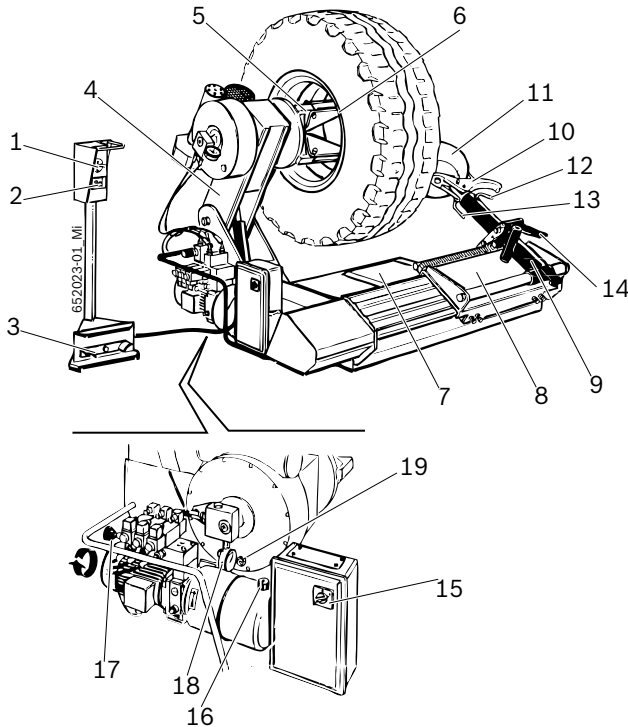

Fig. 1: JUMBO TCS26
**i** Der Antrieb des Spannflanschs erfolgt über einen Hochdruck-Hydraulikkreis mit einem Einstellbereich zwischen 20 bis 130 Bar; die Einstellung erfolgt über den entsprechenden Druckregler (Fig. 1 Pos. 17) und das Ablesen des aktuellen Druckwerts auf dem Manometer (Fig. 1, Pos.18). Der normale Betriebsdruck beträgt 130 Bar. Bei weniger widerstandsfähigen oder extrem dünnen Felgen muss dieser Druck verringert werden.
**i** Für Alu- und Leichtmetallfelgen stehen vier Nylon-Aufsätze zum Anbringen auf den Spannklaue zur Verfügung. Bei besonders kritischen Reifen müssen unbedingt die beiden Arretierungen (1) auf den Felgenlöchern positioniert werden, um ein Abrutschen der Felge auf den Nylon-Aufsätze zu verhindern.
**i** Bei Rädern mit einem Raddurchmesser unter 800 mm oder über 1500 mm wird empfohlen, den Steckstift des Montagekopfs (Fig. 1, Pos. 12) herauszuziehen und in die zweite Bohrung zu stecken.